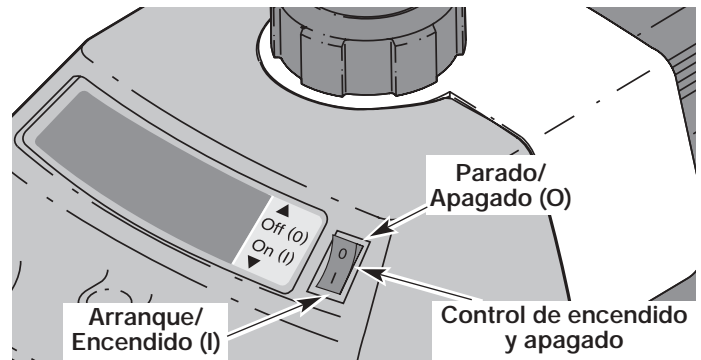
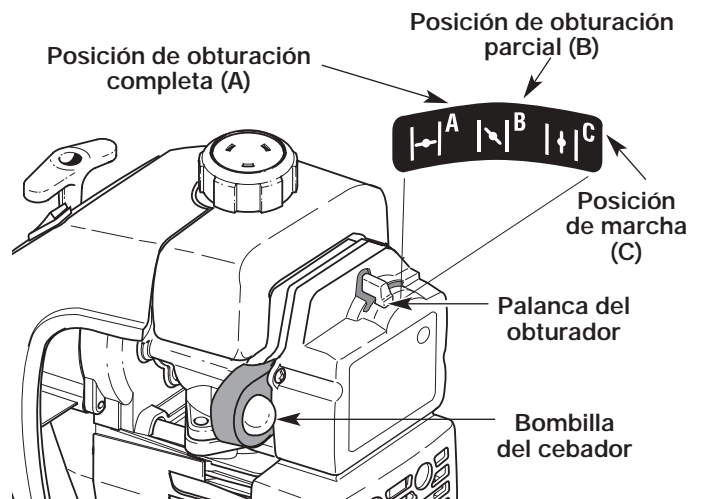

Figure 6
Figure 7
2. Coloque el control de encendido y apagado en posición de **ENCENDIDO (I)** (Fig. 6).
3. Oprima y suelte por completo la bombilla del cebador lentamente de 10 veces. El combustible debe estar visible en la bombilla (Fig. 7). Si el combustible no está visible, oprima tres (3) veces más o hasta que lo vea.
4. Coloque la palanca del obturador en posición de obturación **COMPLETA (A |—|)** (Fig. 7).
6. Coloque la palanca del obturador en posición de obturación **PARCIAL (B |~|)** (Fig. 7).
NOTA: Si el motor se inunda al intentar arrancar la unidad, coloque la palanca del obturador en la posición de **MARCHA (C |↑|)** (Fig. 7). Oprima el control del regulador. Tire de la cuerda de arranque rápidamente. El motor debe arrancar luego de tres (3) a ocho (8) tirones.
9. Oprima el control del regulador para calentar el motor de 5 a 10 segundos. Coloque la palanca del obturador en posición de **MARCHA (C |↑|)** (Fig. 7).
NOTA: No es necesario usar el obturador cuando arranque un motor que ya está caliente. Coloque el control de encendido y apagado en posición de **ENCENDIDO (I)** (Fig. 6) y arranque en posición de obturación **PARCIAL (B |~|)**. Cuando arranque, ponga el obturador en la posición **MARCHA (RUN) (C |↑|)** (Fig. 7).
2. Coloque el control de encendido y apagado en posición de **APAGADO (O)** (Fig. 6).